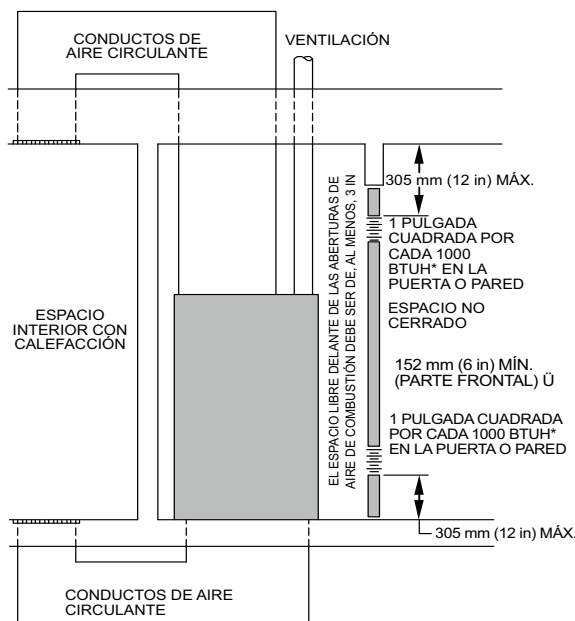

Fig. 7: Aire para combustión, ventilación y dilución desde interiores
- Se trata de espacios combinados en el mismo piso. Cada abertura debe tener un área libre mínima de, al menos, 1 in²/1,000 BTU/h (2,000 mm²/kW) de la clasificación de entrada total de todos los dispositivos de gas en el espacio, pero no inferior a 100 in² (0.06 m²). Una de las aberturas debe comenzar a 300 mm (12 in) como máximo del techo y la otra a 300 mm (12 in) como máximo del piso. La dimensión mínima de la abertura debe ser, al menos, de 80 mm (3 in). Consulte la Fig. 7.